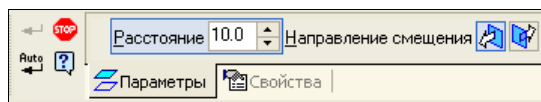

Рис. 17.21. Панель свойств: Смещенная плоскость с открытой вкладкой **Параметры**
- ♦ в **Компактной панели** щелкните ЛК по кнопке-переключателю **Вспомогательная плоскость**. В правой части панели раскроется панель инструментов **Вспомогательная геометрия**. Щелкните ЛК мыши по начальной кнопке **Смещенная плоскость** . На экране появилась Панель свойств: Смещенная плоскость (рис. 17.21), а также фантом вспомогательной плоскости. В Строке сообщений — запрос: *Укажите базовую плоскость*;